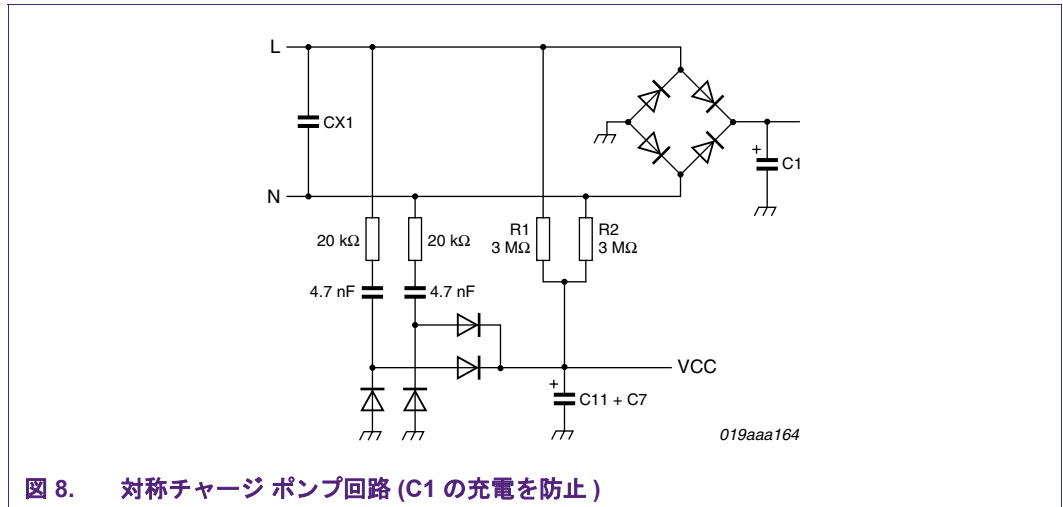

図 8. 対称チャージポンプ回路 (C1 の充電を防止)
- もう 1 つの解決策は、同じチャージポンプを追加し、その入力を L ではなく N に接続します (図 8 を参照)。この場合、 C_{pump} の値は 2 で割り切れます。